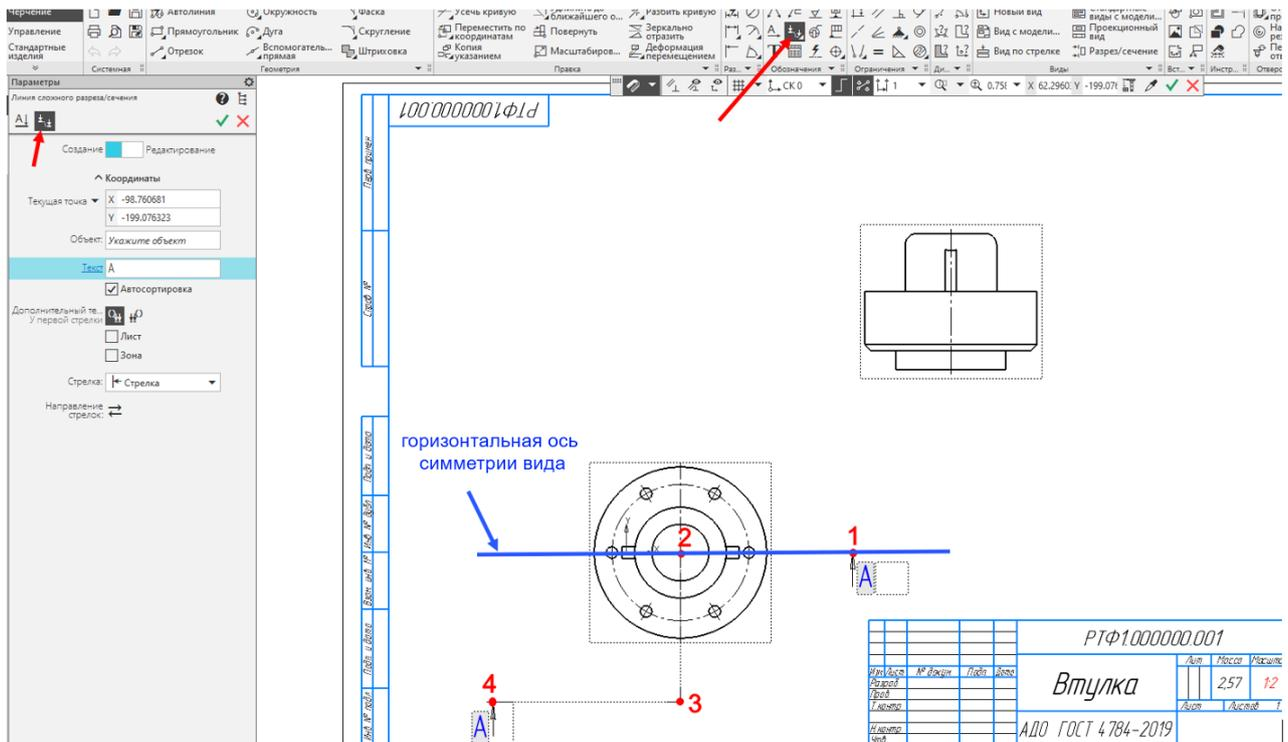

Рисунок 3.21
В панели **Обозначения** выберем инструмент **Линия разреза/сечения** в панели редактирования выберем **Линия сложного разреза** . Укажем начальную точку (1) вне контура изображения и конечную точку (в центре) (2) первой секущей плоскости, которая проходит через осевую линию детали. Далее начальную точку (3) вне контура и конечную точку (4) второй секущей плоскости за контуром изображения. При необходимости можно поменять направление взгляда  (рисунок 3.21). **Принять**.